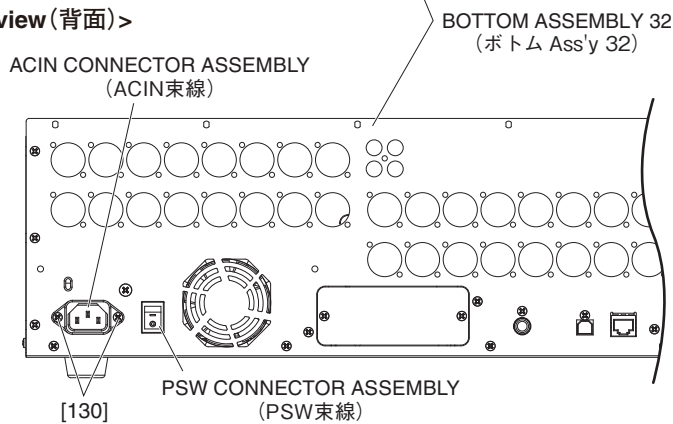

Fig. 12 (図12)
- A-6-7 Remove the two (2) screws marked [182]. The fan holder and the DC fan motor can then be removed. (Fig. 12)
- * **When installing the DC fan motor, tighten the screws marked [182] in the order ㉓ to ㉔ shown in Fig. 12.**
- A-6-8 Remove the four (4) fan fixers marked [180]. The DC fan motor can then be removed. (Fig. 12)
- A-7-7-1 Remove the two (2) screws marked [130] and the screw marked [140]. The ACIN connector assembly can then be removed. (Fig. 12)
- * **Install the earth terminal of the ACIN connector assembly in the direction shown in Fig. 12.**
- A-6-5 HAAD (3) シートを外します。(A-3-5 項参照)
- A-6-7 [182] のネジ 2 本を外して、ファンホルダーとともに DC ファンモーターを外します。(図 12)
- ※ DC ファンモーターを取り付ける際は、図 12 に示す ㉓、㉔ の順に [182] のネジを締めてください。
- A-6-8 [180] のファンフィクサー 4 本を外して、DC ファンモーターを外します。(図 12)
- A-7-5 HAAD (3) シートを外します。(A-3-5 項参照)
- A-7-7-1 [130] のネジ 2 本と [140] のネジ 1 本を外して、ACIN 束線を外します。(図 12)
- ※ ACIN 束線のアース端子は図 12 の向きに取り付けてください。